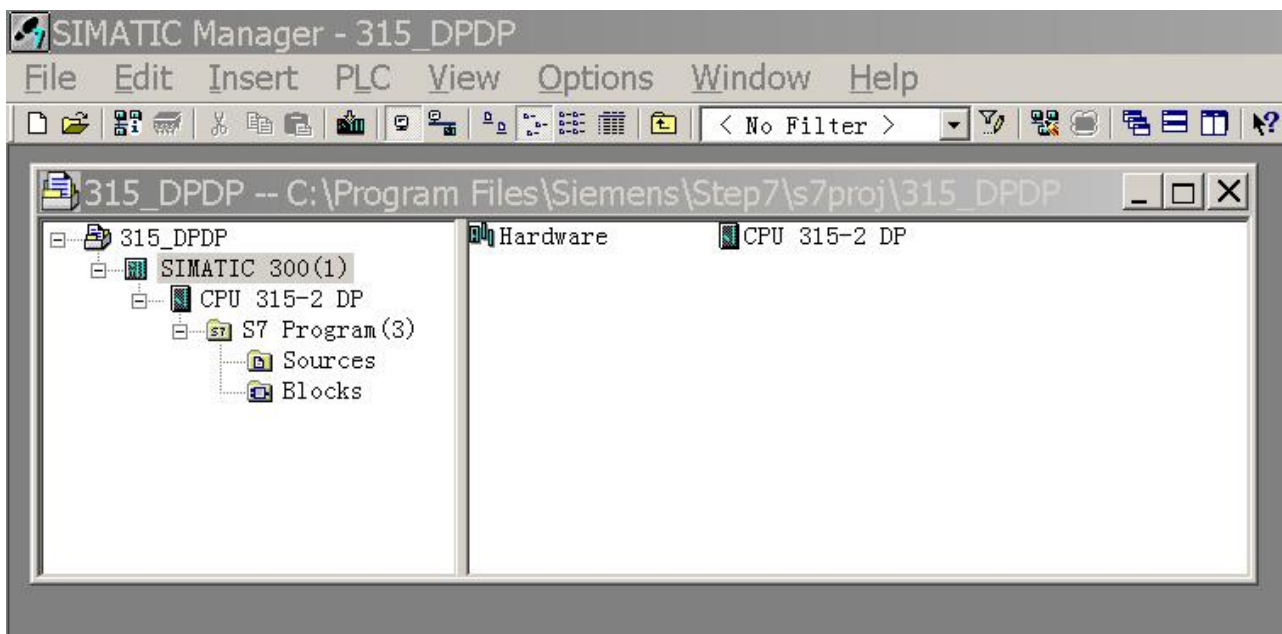

图 5-6 配置 PROFIBUS 主站 2 和 DP2 接口项目文件: V ipa_DPDP
- ④ 有关 DPDP 网关的 DP1 配置下载完毕到 CP5611+WinAc: 在实际应用中, 一般 PROFIBUS 主站 1 还有其它从站要配置。
(3) 配置 PROFIBUS 主站 2 和 DP2 接口
- ① 建立项目文件: V ipa_DPDP: 见图 5-6: 配置 PROFIBUS 主站 1 和 DP1 接口项目文件